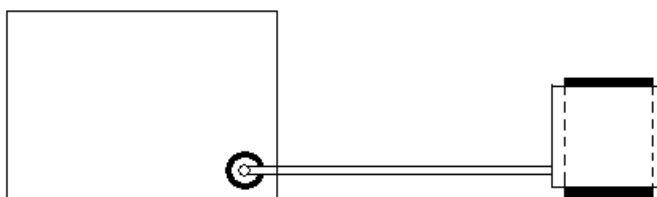

Рисунок 44 - Схема теста на утечку
2. Оберните манжету вокруг цилиндра, как показано ниже (рисунок 44).